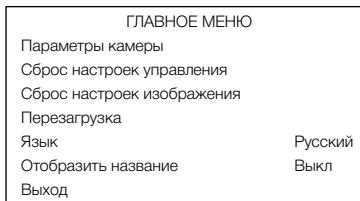

Рисунок 19. Главное меню.
1. Для входа в меню (Рисунок 19), при использовании протокола Pelco-P/ Pelco-D, введите «95+Call» на клавиатуре управления (на видеорегистраторе и в удаленном ПО используйте сочетание «95+запуск предпозиции»). Открыть меню на регистраторе можно нажав на клавишу «Меню» в пункте управления поворотной камерой. При использовании любого другого протокола, необходимо вводить «66+Call».